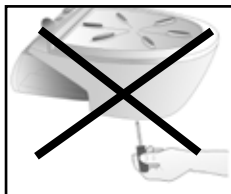

Fig. 16
► Niemals den Sicherheitsverschluss des Dampfdruckbehälters (L) aufdrehen, wenn dieser in Arbeitsposition ist, denn das Wasser könnte plötzlich herausschießen (Fig. 16).